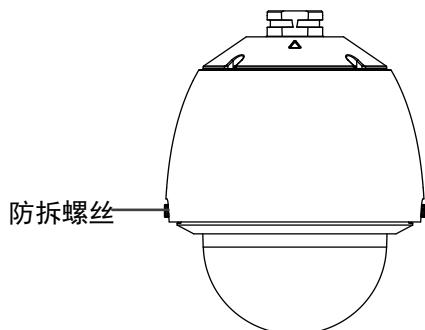

图2-16 智能球拆开主要部件图
1. 打开智能球包装盒，取出智能球，拧松透明罩两端螺丝，沿缺口处用力向下拉即可打开透明罩，如图 2-16 所示。